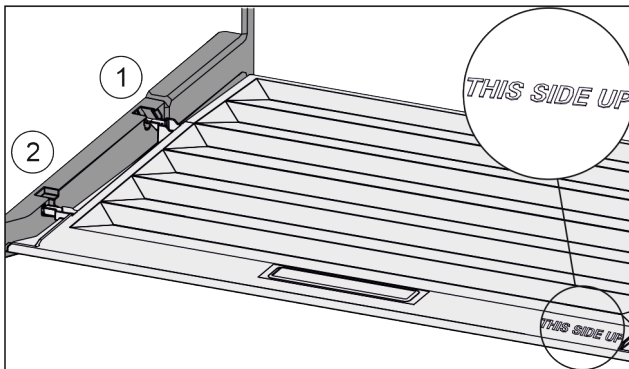

Fig. 135
- ▶ Výstupky veka zavedte cez otvor zadného držiaka Fig. 135 (1) a zaistite vpredu v držiaku Fig. 135 (2).